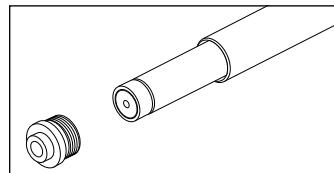

Fig. 4
2. Applicare un po' di fluido di bloccaggio filetti sul filetto del tappo. Installare il tappo filettato (Fig. 4), utilizzando una chiave da 14 mm. Serrare con coppia di 3,4 - 4,5 Nm.